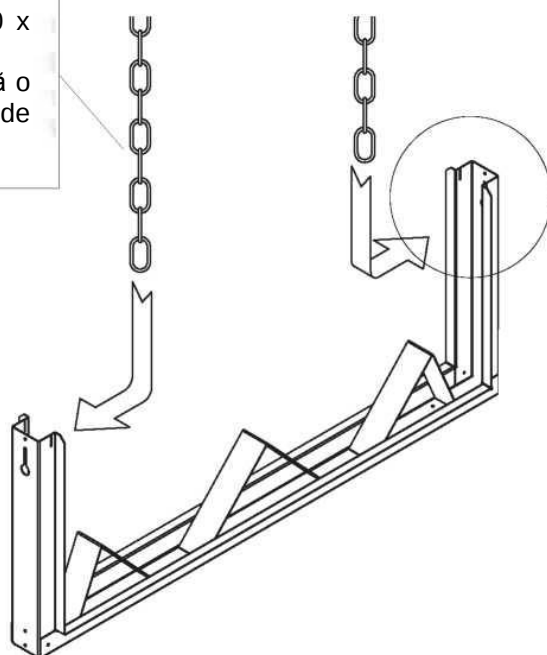

Fig. 4.20 Montare suport de susținere tubulatură
- 3) poziționați colierul ca în fig. 4.20 și blocați-l cu șuruburi și piulițe; trebuie să fie poziționată astfel încât să acopere imbinările și șuruburile de blocare;